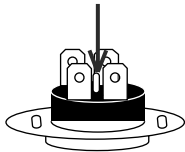

Рис. 10
5. Водонагреватель оснащен термовыключателем (рис. 10), который прекратит подачу электроэнергии к ТЭНу, при перегреве воды. Если водонагреватель включен в сеть, но не происходит нагрев воды и не горит подсветка ручки терморегулятора, значит отключился или не был включен термовыключатель. Для возврата водонагревателя в рабочее состояние необходимо: